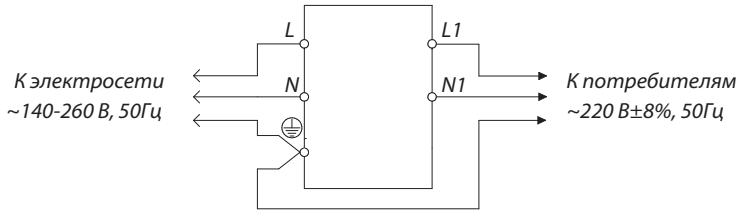

Рис.4 - Схема подключения стабилизаторов моделей SDR 3000 и SDR 5000 к электросети и потребителям
- Для моделей SDR 3000 и SDR 5000 схема подключения приведена на рис.4